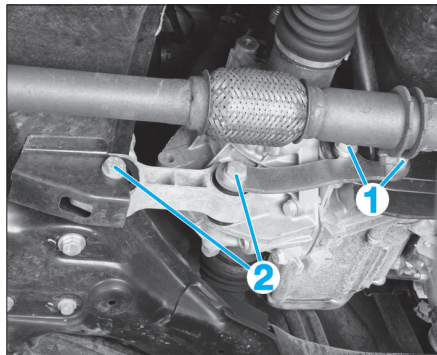

Fig. 17
• Déposer les vis (1) (Fig.17).